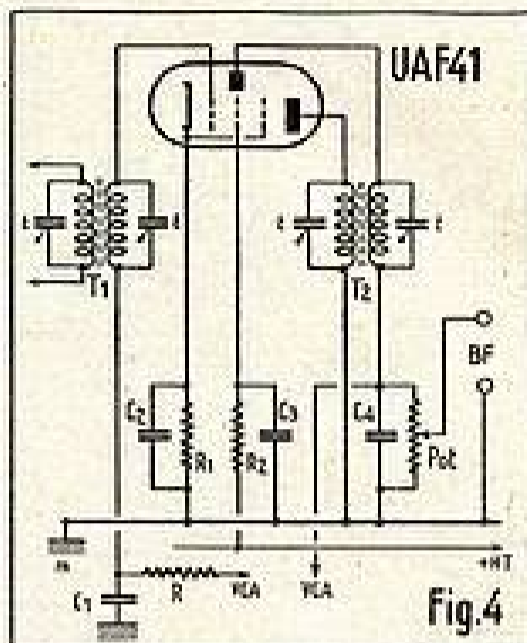

Fig.4
- La figure 4 donne le brochage de la lampe UF41.
La figure 4 montre le schéma d'utilisation. Les valeurs à employer sont les suivantes :